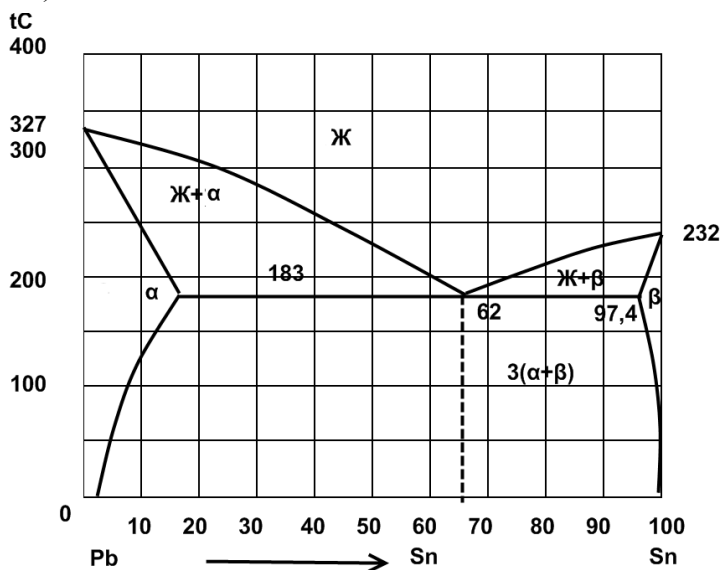

Рис. 4 Диаграмма состояния свинец – олово (Pb - Sn)
2. Вычертите диаграмму состояния системы свинец — олово, опишите взаимодействие компонентов в жидком и твердом состояниях, укажите структурные составляющие во всех областях диаграммы состояния и объясните характер изменения свойств сплавов с помощью правил Курнакова (рис.4).